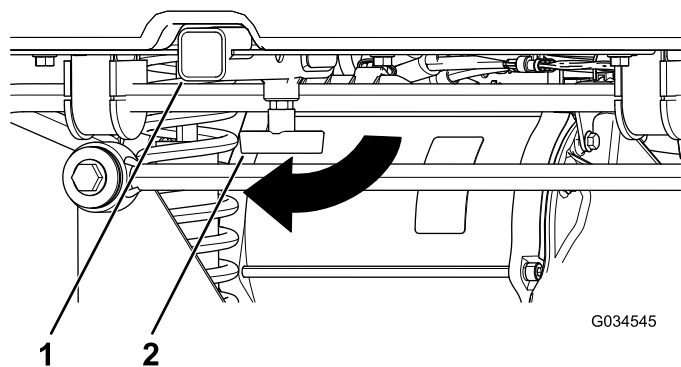

Figura 19
- Afloje la maneta en T girándola en sentido horario (Figura 19).
2. Introduzca el accesorio en el receptor hasta que los taladros queden alineados (Figura 19).